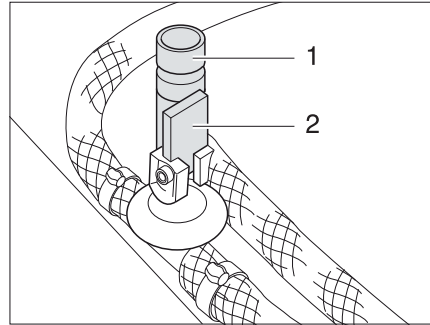

Fig. 126 Robinets de vidange pour chauffe-eau Truma
- Fermer tous les robinets de vidange pour chauffe-eau. Pour cela, mettre le levier à bascule (Fig. 126,2) à l'horizontale et faire tourner le capuchon (Fig. 126,1) dans le sens des aiguilles d'une montre.
- Ouvrir tous les robinets de vidange pour chauffe-eau. Pour ce faire, placer le levier à bascule (Fig. 126,2) à la verticale et faire tourner le capuchon (Fig. 126,1) dans le sens inverse des aiguilles d'une montre.